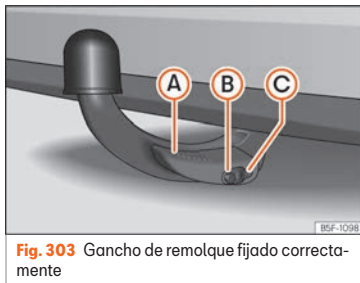

Fig. 303 Gancho de remolque fijado correctamente
- La palanca (A) está arriba »» fig. 303.
- La parte roja y verde del perno de desbloqueo (B) es completamente visible »» fig. 303.
- La tapa (C) está sobre la cerradura »» fig. 303.
- Al liberar el gancho de remolque, para evitar pillarse los dedos, se recomienda mantener las manos retiradas de la palanca (A) »» fig. 303.